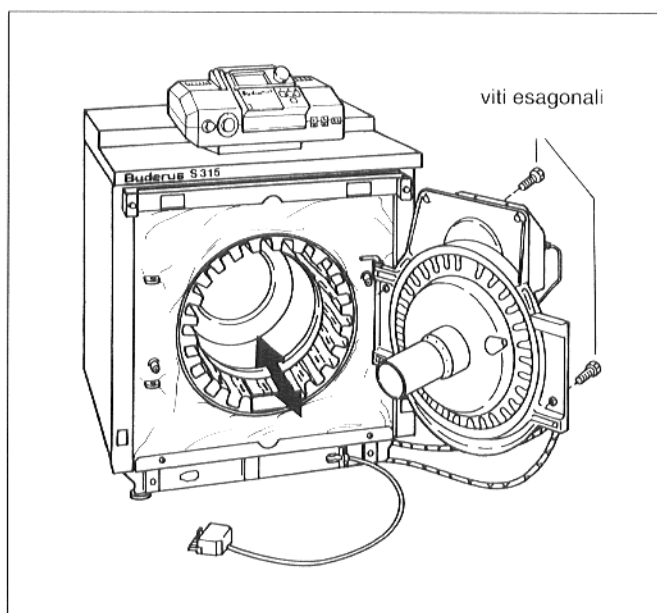

Fig. 23
- Reinserire il cilindro di guida dei gas scaldanti in modo che la staffa d'estrazione venga a giacere fra le alette dello scambiatore termico (Fig.23).
- Riavvitare la porta con le viti esagonali - momento torcente 10 max. 15 Nm (Fig.23).
- Aprire la porta del bruciatore ed estrarre il cilindro di guida dei gas scaldanti (Fig.23).
- Svitare i bulloni esagonali della porta del bruciatore (Fig.23).
- Reinserire il cilindro di guida dei gas scaldanti in modo che la staffa d'estrazione venga a giacere fra le alette dello scambiatore termico (Freccia - fig.23).
- Riavvitare la porta con i bulloni esagonali - momento torcente 10 max. 15 Nm (Fig.23).